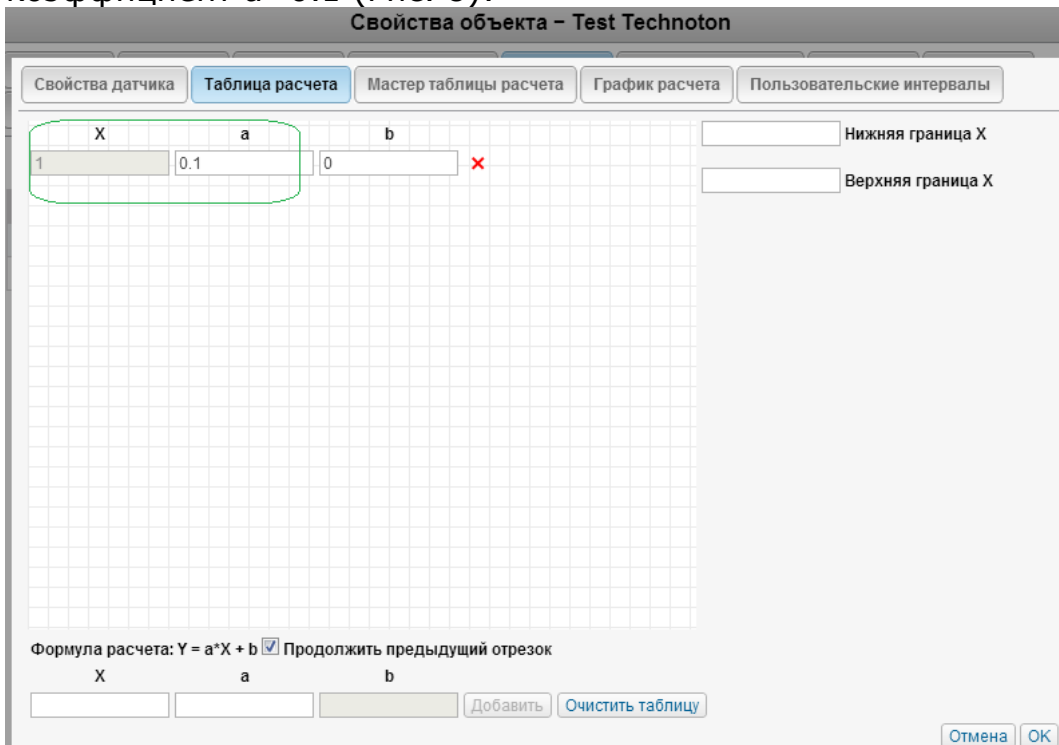

Рисунок 8
3.4.2. Для корректной обработки десятичной запятой установить коэффициент $a=0.1$ (Рис. 8):